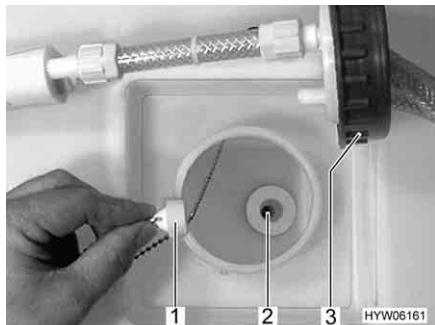

Fig. 210 Serbatoio dell'acqua
- Svitare il coperchio (Fig. 210,3) del serbatoio dell'acqua.
- Estrarre il tappo di chiusura (Fig. 210,1) dall'apertura di scarico (Fig. 210,2). L'acqua fuoriesce.